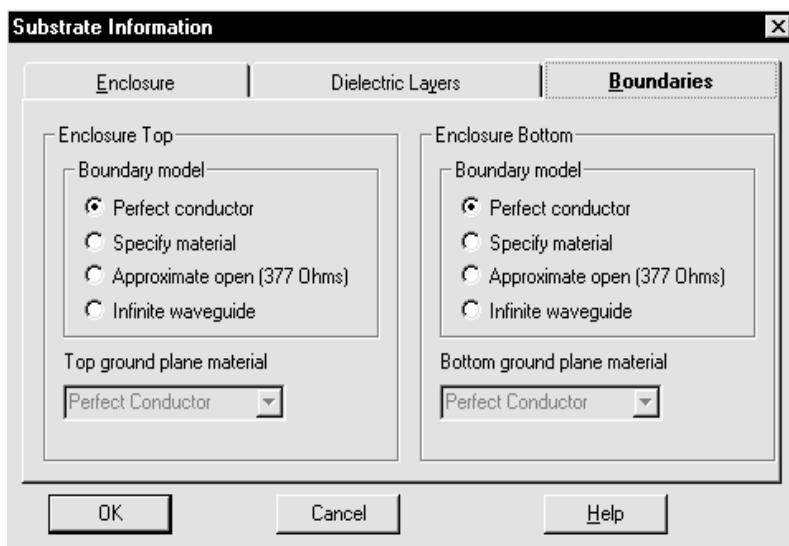

Рис. 4.4
7. Нажмите **Boundaries** (Границы) в верхней части диалогового окна **Substrate Information** и, просмотрев (рис. 4.4), нажмите **ОК**, чтобы завершить определение корпуса.